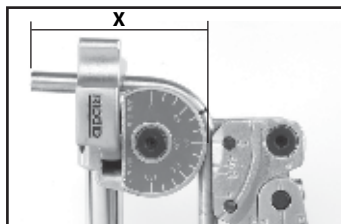

Рис. 7 – После гибки
- Когда метка на трубе будет правильно совмещена, переместите каретку так, чтобы линия "0" была совмещена с линией 90 градусов на форме. (См. рис. 7 и 9 – После гибки.)